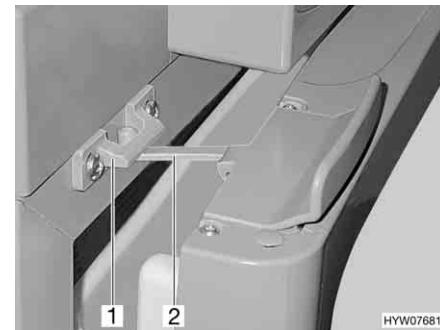

Fig. 60 Porta del frigorifero in posizione di ricircolo d'aria (Thetford)
- Aprire il bloccaggio (Fig. 60,2) e innestarla nella sede di bloccaggio (Fig. 60,1). In questo modo la porta del frigorifero rimane ferma in posizione socchiusa.